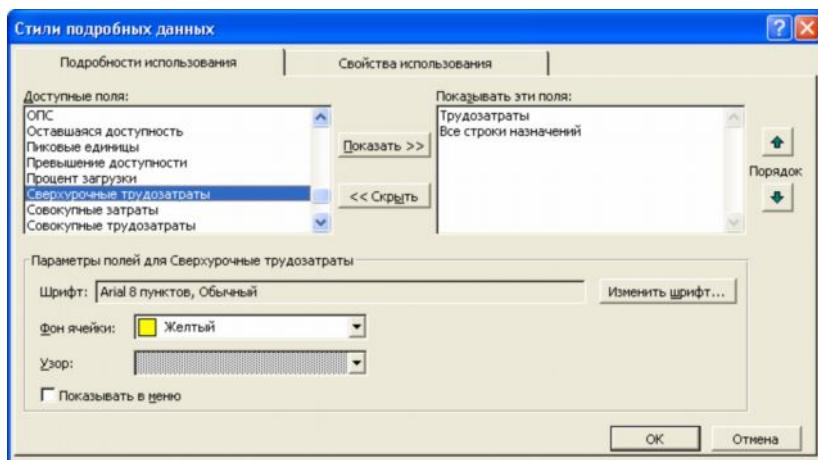

Рис.30. Добавление полей подобных данных.
- назначить сверхурочные. Для этого переходим в представление *Использование ресурсов* и добавляем в табличную часть столбец *Сверхурочные трудозатраты*. Для отображения сверхурочных затрат по временным периодам необходимо в меню *Формат* выбрать пункт *Стили подобных данных*. В открывшемся окне (рис.30) в списке *Доступные поля* выбираем *Сверхурочные трудозатраты* и нажимаем на кнопке показать. После закрытия окна сверхурочные затраты появляются в обоих частях представления.